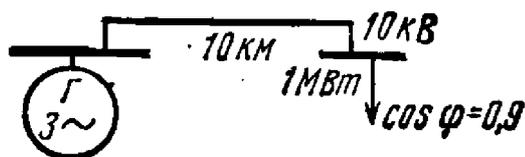

Рис. 6.16
6.16. На рис. 6.16 изображена однолинейная схема трехфазной цепи, состоящей из станции, подстанции и соединяющей их линии. Каждая фаза линии имеет сопротивления активное $0,8 \text{ Ом/км}$ и индуктивное $0,6 \text{ Ом/км}$.